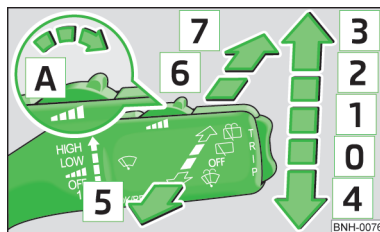

Fig. 28
- Si se desea limpiar el parabrisas sólo **brevemente**, empujar la palanca a la posición de suspensión elástica **4** » fig. 28.
- Levantar la palanca a la posición **1** » fig. 28.
- Levantar la palanca a la posición **2** » fig. 28.
- Levantar la palanca a la posición [3] » fig. 28.
- Tirar de la palanca hacia el volante a la posición de suspensión elástica [5] » fig. 28, el sistema de lavado y el limpiacristales trabajan.
- Empujar la palanca, apartándola del volante, a la posición [6] » fig. 28, la escobilla barrerá tras algunos segundos.
- Empujar la palanca, apartándola del volante, a la posición de suspensión elástica [7] » fig. 28, el limpiacristales y la instalación de lavado trabajan.
- Volver a colocar la palanca en la posición básica [0] » fig. 28.
Si está conectada la luz de cruce o de carretera y la palanca del limpiaparabrisas [5] » fig. 28 está retraída, los faros se salpicarán ligeramente. Para limpiar el faro se debe proceder también tras cada décimo rociado del parabrisas.
- Empujar la palanca de limpiaparabrisas a la posición [4] » fig. 28 » página 40, los brazos de las escobillas se desplazarán a la posición de servicio.
- Conectar el encendido y presionar la palanca del limpiaparabrisas a la posición [4] » fig. 28 » página 40, los brazos de las escobillas se desplazarán a la posición inicial. ■